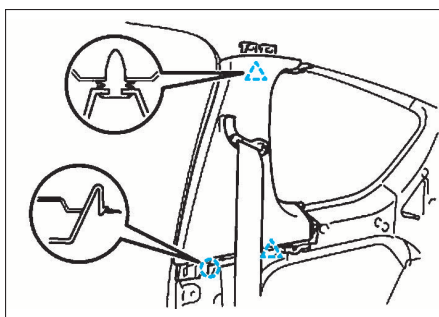

FIG. 19
- Déposer la garniture supérieure du montant de porte (fig. 19).